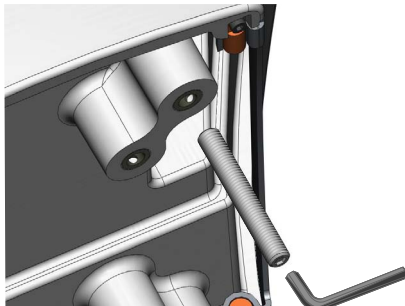

Figura 2
3. Utilize uma chave Allen de 5 mm para instalar os pernos de montagem M10 x 71 (Figura 2) no pedestal, seguindo o padrão de orifícios selecionado. Aperte os pernos de montagem até saírem pelo outro lado do pedestal. Não aperte demasiado os pernos para evitar danificar o pedestal. Os pernos de montagem recebem a aplicação de um bloqueio da rosca na fábrica.